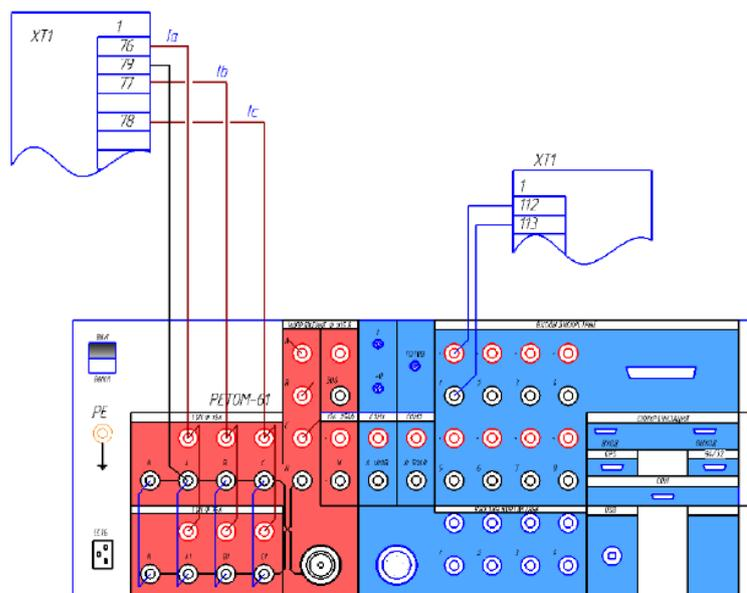

Рисунок 2.9 – Схема подключения токовых и дискретных цепей РЕТОМ–61 к блоку Seram
11. Произвести проверку действия терминала на параметризуемые уставки защит. Для этого подключить устройство РЕТОМ–61 в соответствии со схемой подключения (рис. 2.9):